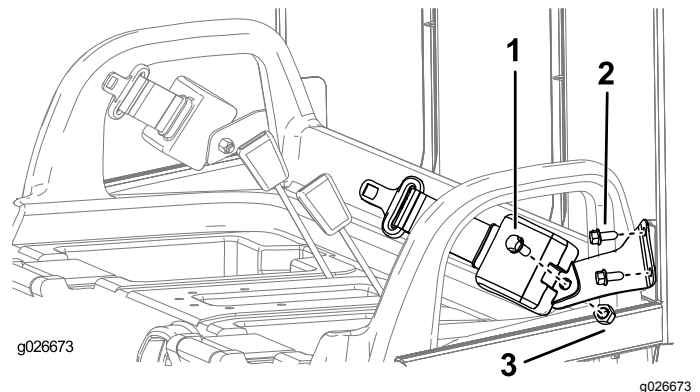

Bild 8
1. Befestigen Sie eine Sicherheitsgurt-Halterung mit 2 Schrauben (3/8") an jeder Überrollschutznase, siehe Bild 8.
3. Befestigen Sie das zurückziehbare Ende jedes Sicherheitsgurts mit einer Schraube (7/16") und Mutter (7/16") an jeder Sicherheitsgurt-Ankerhalterung, wie in Bild 8 abgebildet.